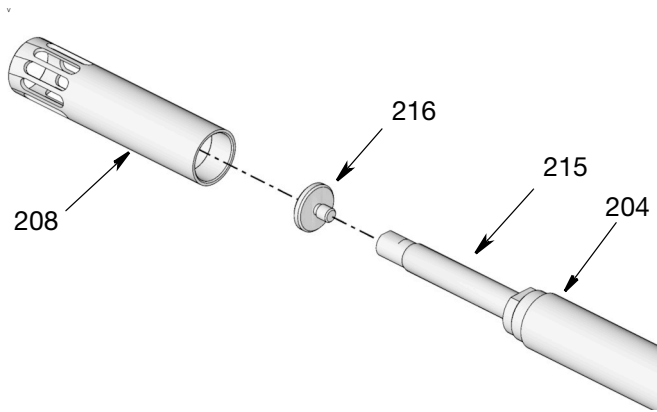

图 29
15. 泵气缸由 3 个独立的部分组成。首先将铲气缸部分 (208) 从泵气缸 (204) 分离，方法：使用两个管道扳手，在相反方向上用力，拧松铲气缸。当气缸 (208) 足够松动时，用手拧下螺丝，将其从其他分段拆下 (图 29)。
HP 泵: 在填料杆 (215) 的平面上使用扳手和套筒拧松并拆下铲活塞 (216) (图 29)。